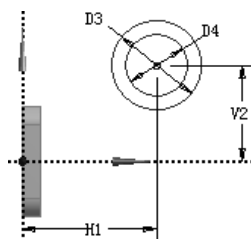

图 3.9.5 草图 2
(1) 绘制图 3.9.5 所示的草图 2。选择 ZXPlane 平面为草图平面，单击“New Sketch”按钮 ，绘制图 3.9.5 所示的截面草图，其中 $H1=72$, $V2=52$, $D3=48$, $D4=33$ 。